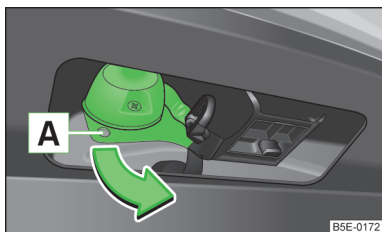

Fig. 151
- Avant de la relier avec la remorque, attrapez la prise 13 broches au niveau de **A** » fig. 151 et la faire sortir dans le sens de la flèche.